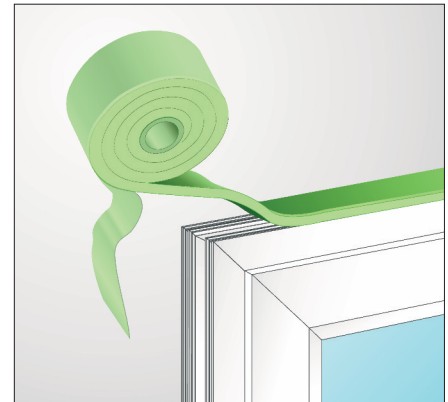

Bild 2: Komplette Abdichtung in einem Arbeitsschritt
- Das überkomprimierte Anfangs-/Endstück abschneiden und das Band mithilfe der Selbstklebung aufkleben (Bild 2). Beim Ablängen des Bandes 2 cm/m dazugeben. Bei geringen Fugenbreiten empfiehlt sich das Anfeuchten des Bandes.